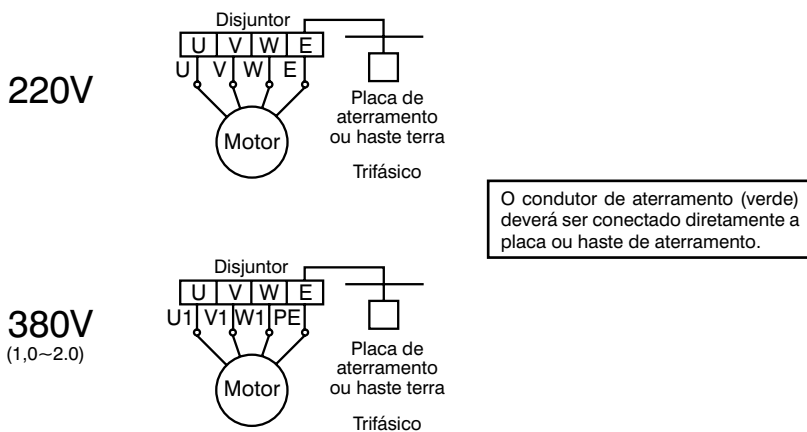

Fig. 5
(1) Instalação
- a) Faça a instalação conforme indicado pelo sistema de partida apropriado como mostrado na Fig. 5.
(2) Cabo
(3) Aterramento.